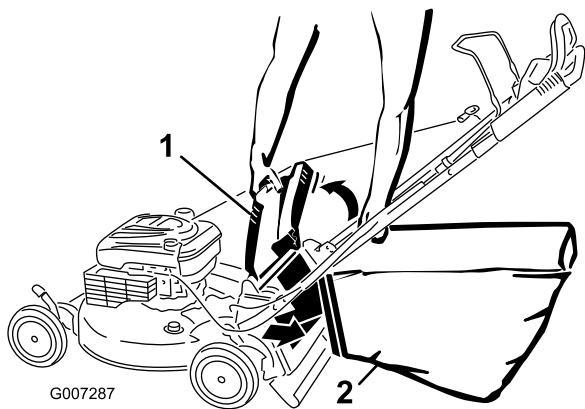

Figure 3
4. Accrochez le bord supérieur avant du bac sur les crans (Figure 3).